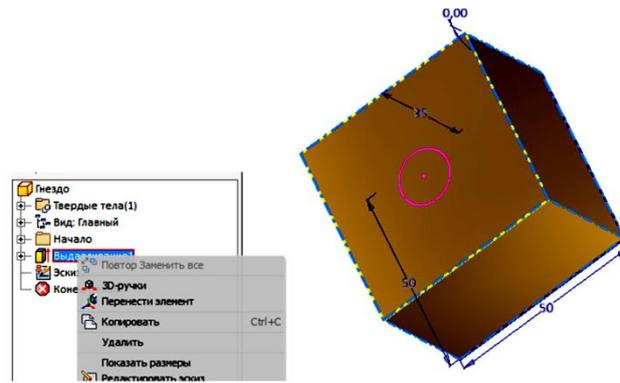

Рис. 4.15. Визуализация размеров объекта
4. Укажите в «*Браузере*» элемент «*Выдавливание*» и нажмите ПКМ. В появившемся плавающем меню щелкните на кнопке «*Показать размеры*». Модель примет вид как на рис. 4.15.